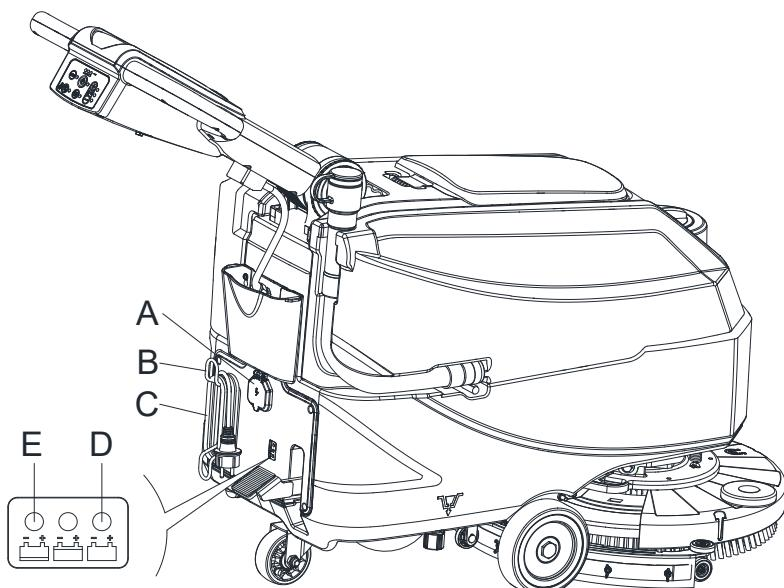

Рис. 13
- Подключите кабель зарядного устройства батареи (C, Рис. 13) к электросети (A); напряжение и частота электросети должны быть совместимы со значениями зарядного устройства батареи, указанными на табличке с серийным номером машины (41, Рис. 2). Когда зарядное устройство батареи подключено к электросети, все функции машины автоматически отключаются. Если на панели управления зарядного устройства горит красный предупредительный световой сигнал (E), зарядное устройство заряжает батареи.
- Включение зеленого предупредительного светового сигнала (D) означает, что зарядка батареи завершена.
- После завершения зарядки батареи отсоедините кабель зарядного устройства батареи (C) от электросети (A) и обмотайте его вокруг корпуса (B).